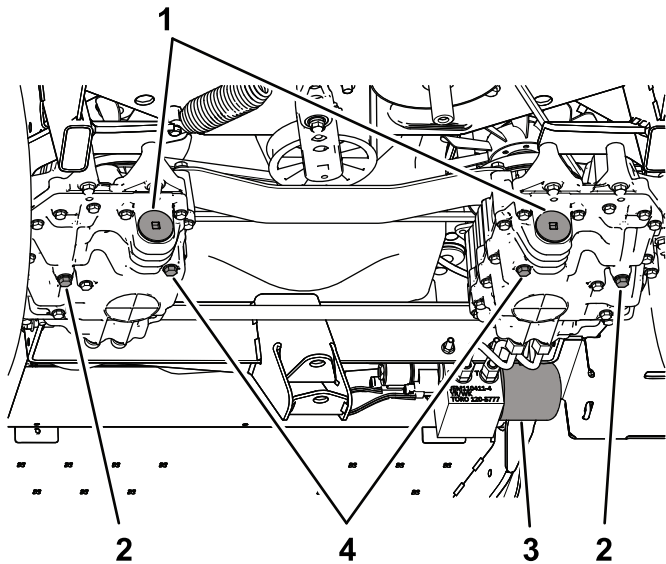

Figura 70
4. Retire el tapón de vaciado en el lado de la bomba y el tapón de vaciado en el lado de los engranajes (Figura 70) y deje que el aceite se drene completamente.